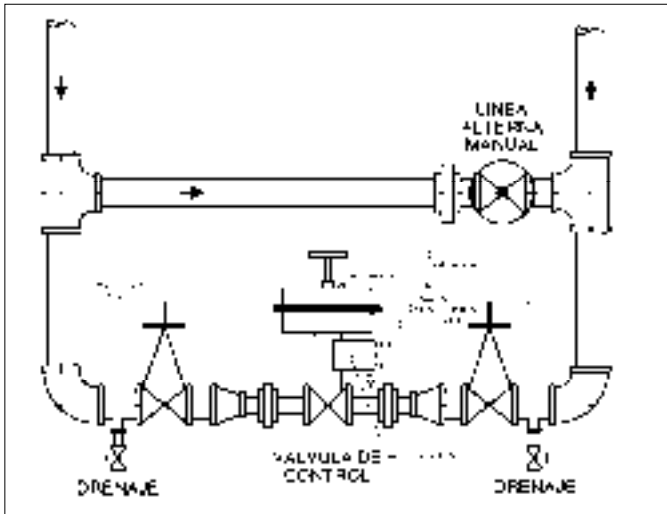

Figura 1: Estación Típica para Válvula de Control.
1. Se recomienda que la válvula de control sea instalada con doble válvula de bloqueo y línea alterna como se muestra en la Figura 1. Este montaje es recomendado especialmente donde el mantenimiento a la válvula será realizado sin desmontarla de la red de tubería.